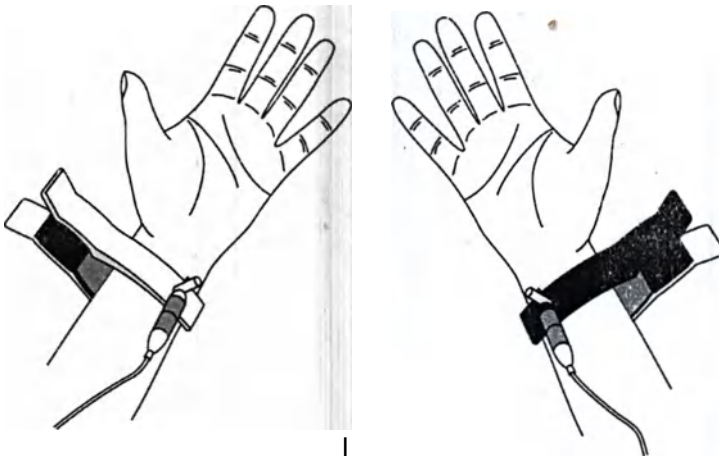

Рис. 30. Наложение ЭКГ-электродов на руки пациента в области нижней трети предплечий рук
4. При выполнении рутинного ЭЭГ-обследования согласно рекомендациям экспертного совета по нейрофизиологии Российской противэпилептической лиги по проведению рутинной ЭЭГ требуется синхронная регистрация ЭКГ-сигнала по одному каналу. Для регистрации ЭКГ-сигнала с пациента можно использовать прижимные ЭКГ-электроды с соответствующими кабелями отведения: красный прижимной ЭКГ электрод наложите в области нижней трети предплечья правой руки контактной стороной на внутреннюю (ладонную) поверхность, желтый прижимной ЭКГ электрод - в области нижней трети предплечья левой руки контактной стороной на внутреннюю (ладонную) поверхность (рис. 30). Предварительно кожу пациента в местах наложения электродов требуется обезжирить с помощью спиртовой салфетки, для улучшения импеданса рекомендуется нанести под контактную поверхность электрода токопроводящий гель или поместить марлевую салфетку, смоченную физиологическим раствором. После наложения подключите электроды с помощью кабелей отведения в канал электронного блока системы, введенный в монтаж обследования в качестве канала ЭКГ: кабель красного прижимного электрода – в отрицательное гнездо канала, кабель желтого прижимного электрода – в положительное гнездо канала. В качестве заземляющего электрода используйте ранее наложенный заземляющий электрод ЭЭГ.